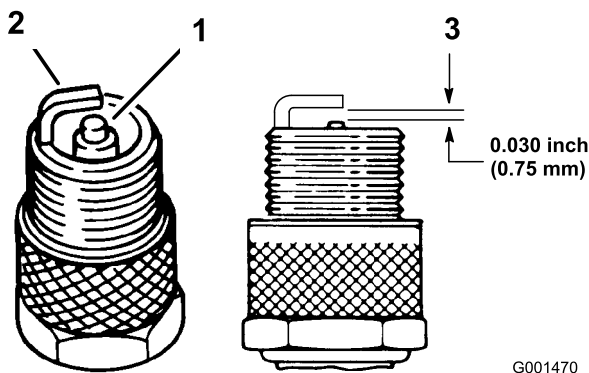

Figura 31
1. Mire la parte central de las bujías (Figura 31). Si se observa un color gris o marrón claro en el aislante, el motor está funcionando correctamente. Si el aislante aparece de color negro, significa que el limpiador de aire está sucio.
2. Compruebe la separación entre los electrodos central y lateral (Figura 31). Si la distancia no es correcta, doble el electrodo lateral (Figura 31).